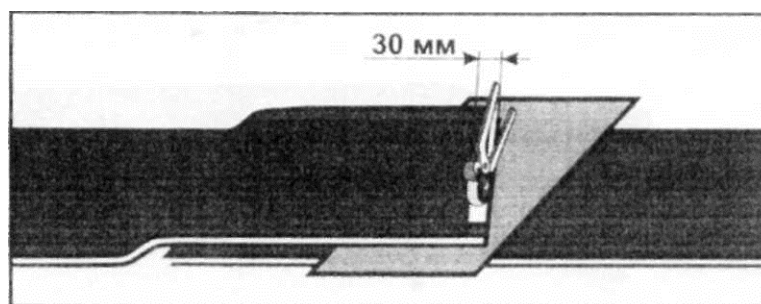

Рисунок 13 – Разделка ленты
- Прорезать обкладку на расстоянии 30 мм от края ленты под углом 45 градусов (Рисунок 13)